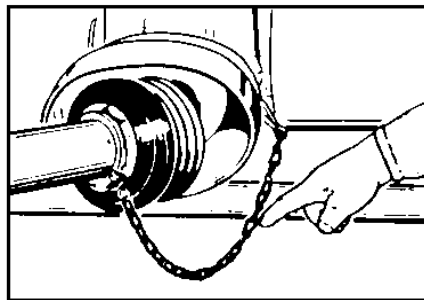

Bild 5 Sicherungskette an der Gelenkwelle
6. Hängen Sie die Sicherungsketten der Gelenkwelle an ein feststehendes Teil am Traktor und am GA ein (siehe Bild 5).